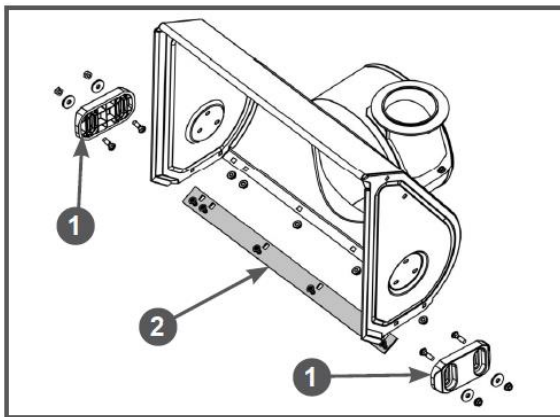

Рис. 16 Обслуживание ковша снегоуборщика
1. Открутите гайки крепления полозков поз.1 (Рис.16) и снимите полозки с ковша.
2. Установите новые полозки и закрепите их четырьмя болтами и гайками (Рис.16). Перед окончательной затяжкой гаек отрегулируйте высоту забора снега.
Для наглядности на Рис.16 ковш показан без шнеков, редуктора и валов.
1. Открутите гайки крепления и снимите нижнюю накладку поз.2 с ковша (Рис. 16).
2. Установите новую нижнюю накладку и закрепите ее болтами и гайками (Рис. 16).